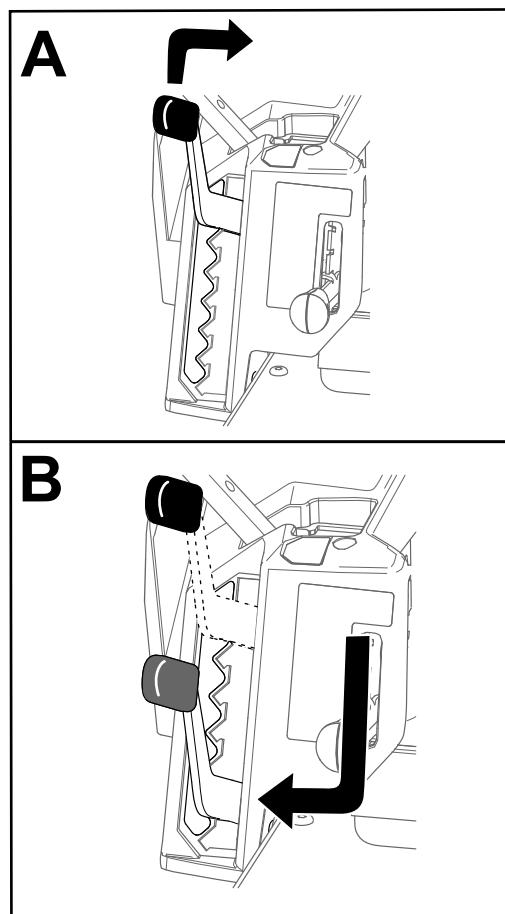

Figura 28
**Nota:** A posição de transporte é a posição da altura de corte mais elevada ou a altura de corte de 114 mm, como se mostra na Figura 28.
Pode ajustar a altura de corte de 38 a 114 mm em incrementos de 13 mm. A altura do corte é controlada pela alavanca que se encontra do lado direito da posição de funcionamento (Figura 28).